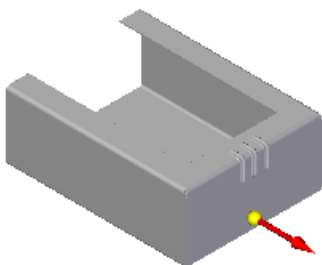

图 8.6.26 定义冲压方向
(3) 定义筋属性。在“加强筋”命令条中单击“侧步骤”按钮, 定义冲压方向如图 8.6.26 所示, 单击鼠标左键; 单击按钮, 在“横截面”区域选中单选按钮, 在“高度(H):”文本框中输入值 10, 在“宽度(W):”文本框中输入值 15, 在“角度(A):”文本框中输入值 30; 在“倒圆”区域选中复选框; 在“端点条件”区域选中单选按钮, 在文本框中输入值 0.5, 单击按钮。
(4) 单击按钮, 完成特征的创建。